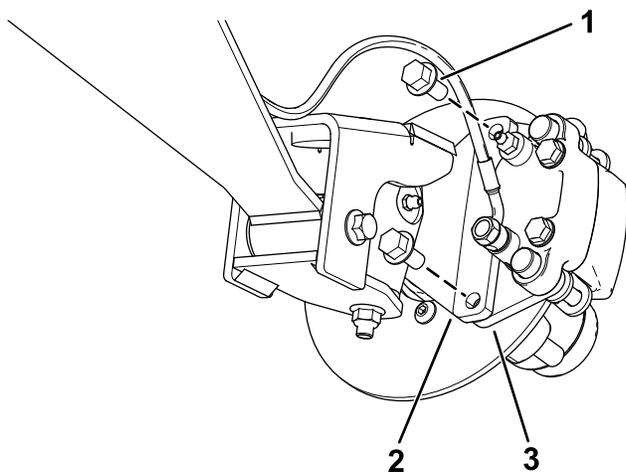
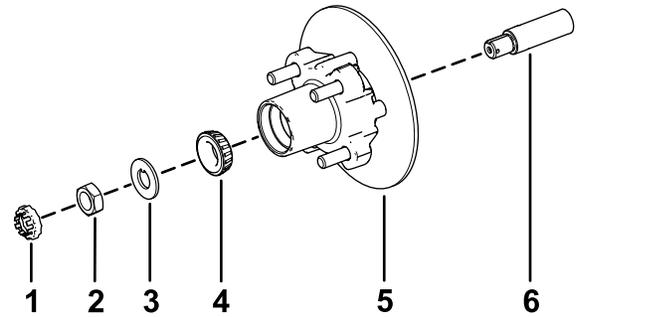

Figura 21
Figura 25
3. Retire los pernos con arandela prensada ($\frac{3}{8}$ " x $\frac{3}{4}$ ") que sujetan el soporte del conjunto de freno al eje y separe el freno del eje (Figura 21).
1. Aplique una ligera capa de la grasa especificada en el eje (Figura 25).
2. Monte el cubo y el rotor en el eje con el rotor hacia dentro (Figura 25).
3. Monte el cojinete exterior en el eje y acople el cojinete al anillo de rodadura exterior (Figura 25).
4. Monte la arandela con pestaña en el eje (Figura 25).
5. Enrosque la tuerca en el eje y apriétela a 15 N·m (11 pulgadas-libra), mientras gira el cubo para acoplar el cojinete (Figura 25).
2. Alinee las pastillas de freno en cada lado del rotor (Figura 21) y los orificios del soporte de la pinza con los orificios en el montaje del freno del eje (Figura 25).
3. Sujete el soporte de la pinza al eje (Figura 21) usando los 2 pernos con arandela prensada ($\frac{3}{8}$ " x $\frac{3}{4}$ ").